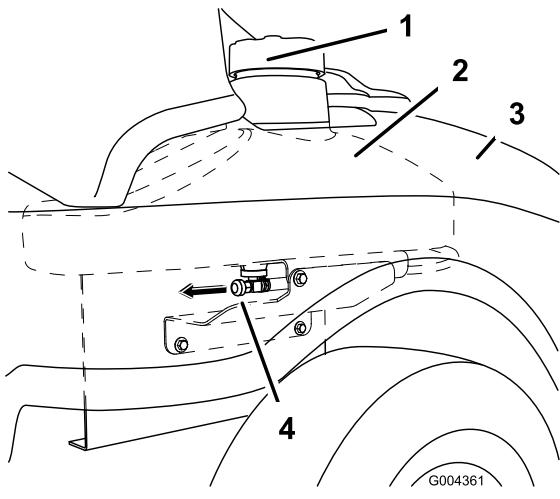

Figura 30
- Chiudete la valvola di intercettazione del carburante, situata sotto la parte anteriore del serbatoio del carburante (Figura 30).